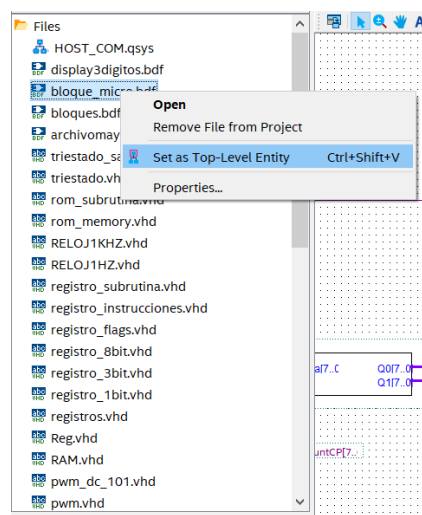

Figura 8. Asignación de la más alta jerarquía al archivo **bloque\_micro.bdf**
11. Proceda a compilar el archivo **bloque\_micro.vhd** estableciéndolo previamente como más alta jerarquía (dando clic derecho en el mismo y seleccionando la opción **Set as Top-Level Entity**), como se muestra en la Figura 8. Luego seleccione el ícono .